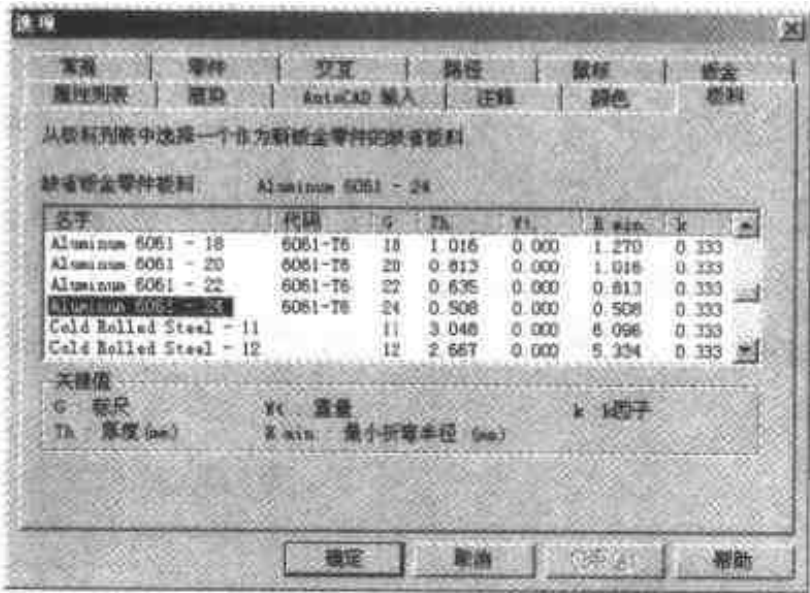

图 4.2 选择板料
- (1) 在开始钣金设计前进行板料的选择是很重要的工作，板料的属性参数关系到后面的加工工艺和造型设计参数。
- (2) 选择【工具】|【选项】命令，在弹出的【选项】对话框中，单击【板料】标签，之后选择铝合金板料 Aluminum 6061-24，有关板料参数如图 4.2 所示。
- (3) 单击【确定】按钮后就可以开始我们后面的钣金设计了。